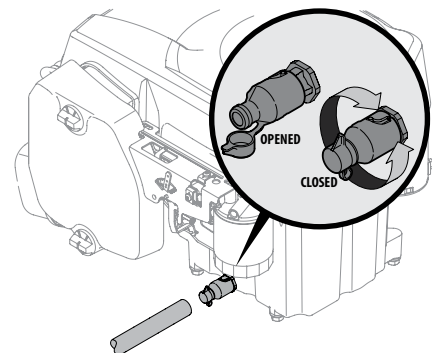

Figura 4-5
3. Abra la tapita protectora del extremo de la válvula de drenaje para visualizar el orificio de drenaje. Consulte el recuadro de Figura 4-5.
6. Empuje ligeramente la válvula de drenaje de aceite y gire hacia la izquierda para abrir y permitir el flujo de aceite. Consulte la Figura 4-5.